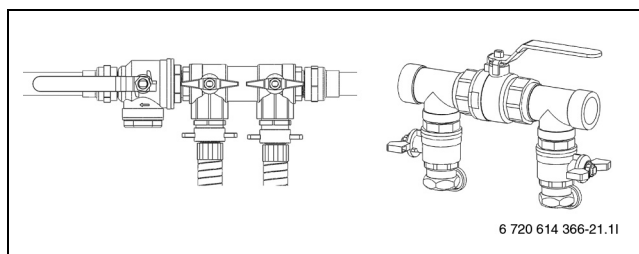

Bild 29 Påfyllningsstationer i normalläge
- Vrid ventilerna på påfyllningsstationen till normalläge (→ Bild 29) och stäng av pumpen på påfyllningsstationen.